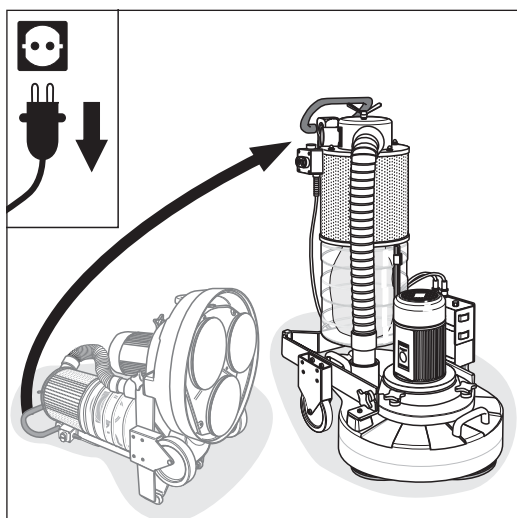

Abb. 8 Mit beiden Händen an den Haltebügel am Fahrgestell greifen und die Maschine vorsichtig nach vorne kippen.
- 5 Greifen Sie mit beiden Händen an den Haltebügel am Fahrgestell und kippen Sie die Maschine vorsichtig nach vorne, so dass die Teller auf dem Fußboden aufliegen (Abb. 8).